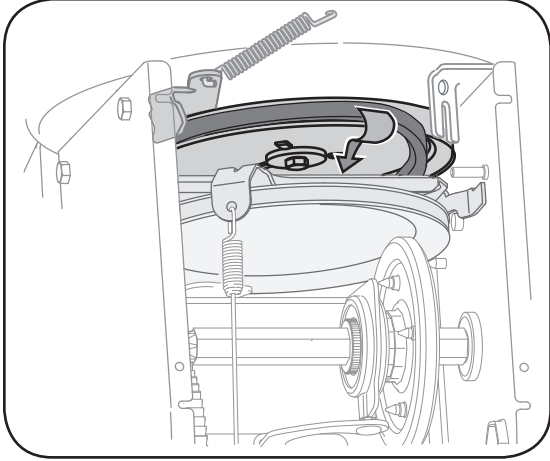

Figure 6-8
6. Dégagez la courroie de la poulie de la tarière et faites glisser la courroie en le support et la poulie de la tarière. Remontez la courroie de la tarière en procédant dans l'ordre inverse. Voir la Figure 6-8.